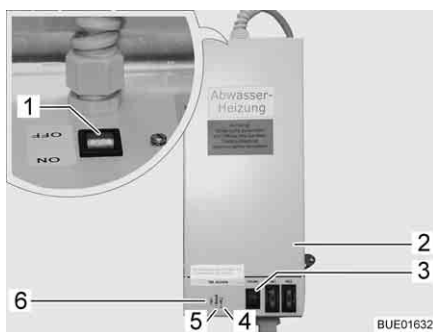

Fig. 243 Transformador com aparelho de regulação
Dependendo do modelo, o transformador 230 V AC/12 V DC (Fig. 243,2) está instalado no roupeiro ou na arca da sala.
- A luz piloto (Fig. 243,5) acende-se com luz verde: Regulador em funcionamento.
- Luzes piloto (Fig. 243,4 e 6) acesas com luz vermelha: As tubagens das águas residuais são aquecidas.
Na carcaça está integrado um botão de teste (Fig. 243,3), com o qual o aparelho de regulação pode ser posto a funcionar por pouco tempo. Premindo o botão de teste, pode-se testar a função de aquecimento, mesmo se a temperatura ambiente estiver acima de 5 °C.
- Colocar o interruptor (Fig. 243,1) no transformador (Fig. 243,2) em "ON".
- Colocar o interruptor (Fig. 243,1) no transformador (Fig. 243,2) em "OFF".